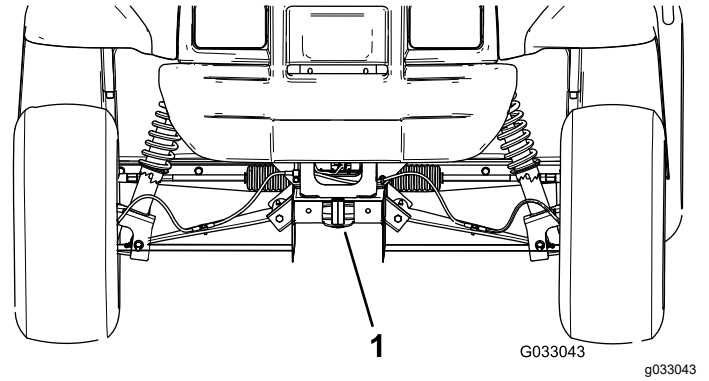
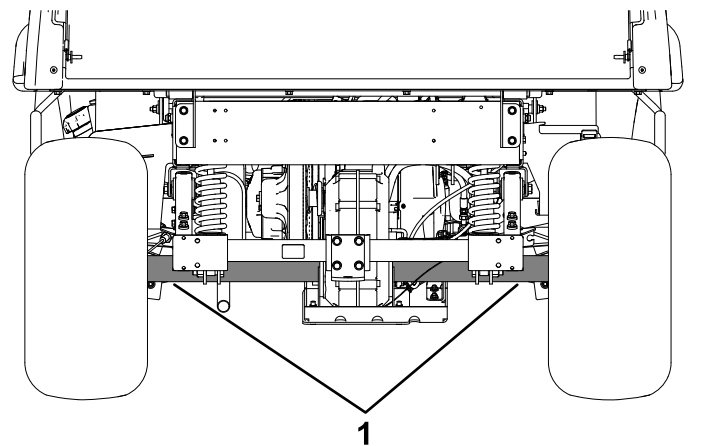

Figura 17
Figura 18
Consultați Figura 17 i Figura 18 pentru locurile de fixare a mainii.
2. Atașați o bară de remorcă pe cârligul de remorcă din partea din față a cadrului mainii (Figura 17).